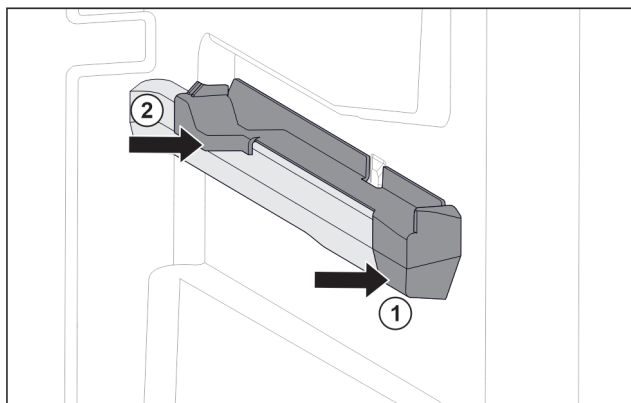

Fig. 115 Pieza de acoplamiento en la nervadura para recipientes derecha
- Coloque la pieza de acoplamiento delante en la nervadura para recipientes. Fig. 115 (1)
- Presione la pieza de acoplamiento por detrás. Fig. 115 (2)